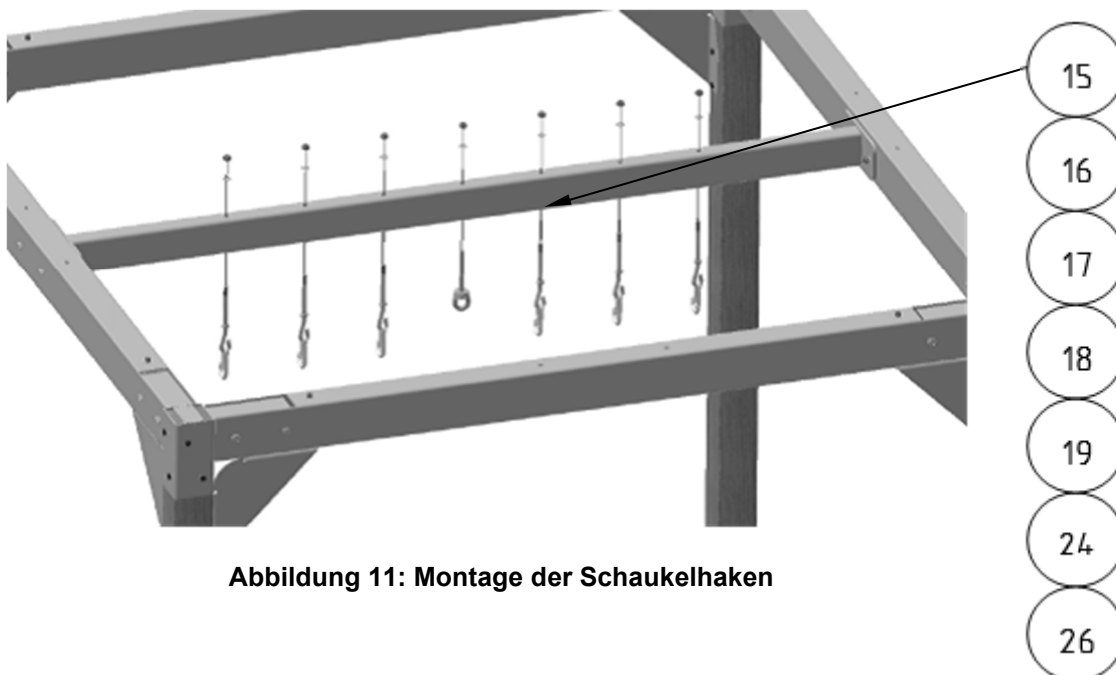

Abbildung 11: Montage der Schaukelhaken
Nach dem das Motorikzentrum stabil steht, können die Schaukelpunkte montiert werden. Befestigen Sie den Drehwirbel (24) in der Mitte des Querträgers, die anderen Schaukelhaken werden links und rechts daneben angeordnet. Achten Sie darauf, dass die Schaukelrichtung parallel zu den Kletterelementen verläuft (siehe Abbildung 11).